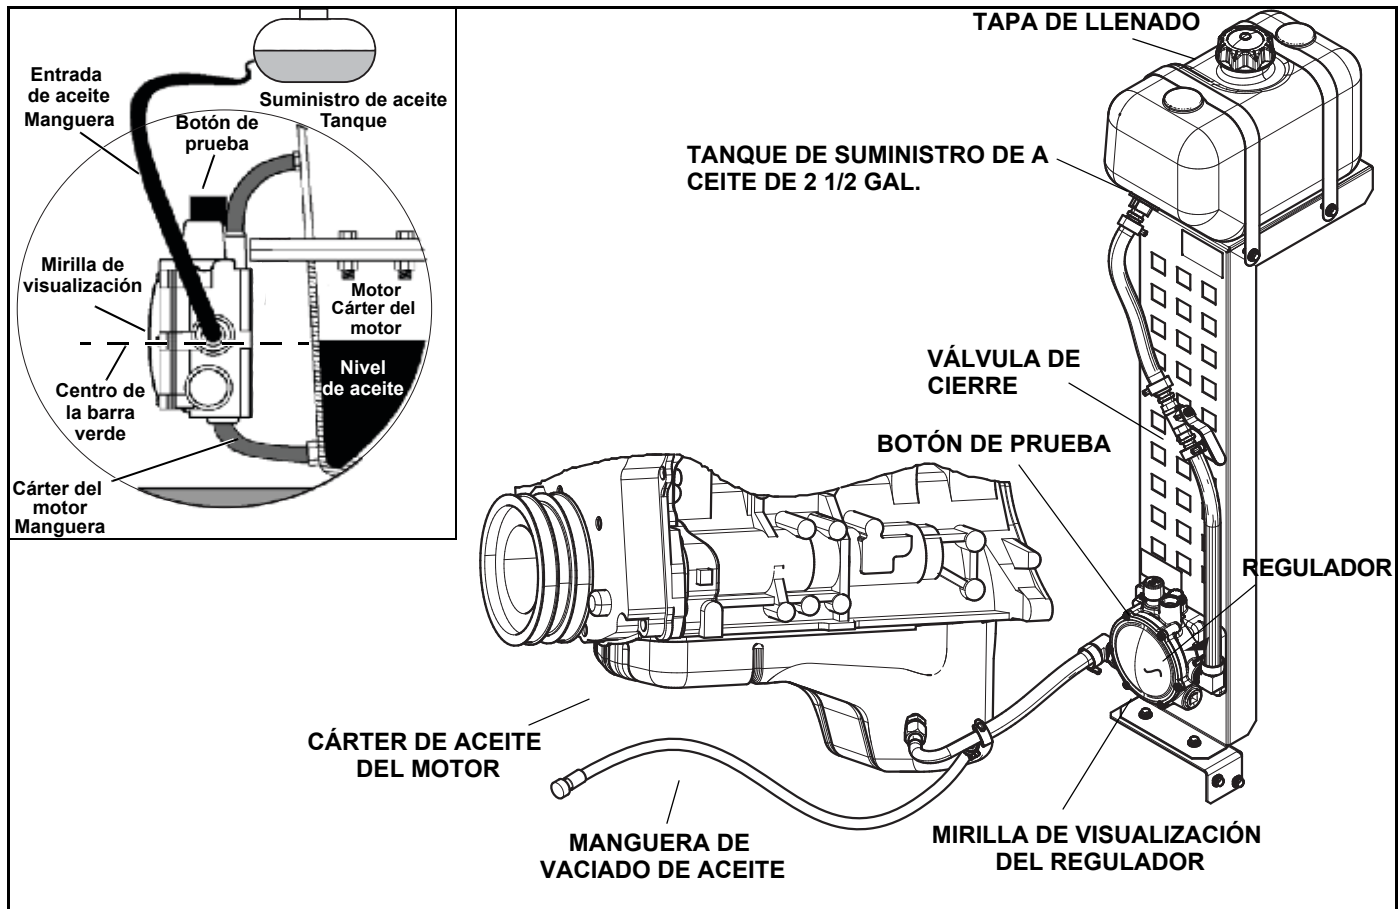

Figura 5-20. Conjunto de mantenedor de aceite de lubricación y diagrama de funcionamiento
2. Retire la tapa de llenado en la parte superior del tanque de suministro de aceite (Figura 5-20.).
Vea la Figura 5-19 y la Figura 5-20. Cuando vacíe el aceite del cárter del motor, siempre cierre la válvula de cierre para evitar que se vacíe el aceite limpio del tanque de suministro.